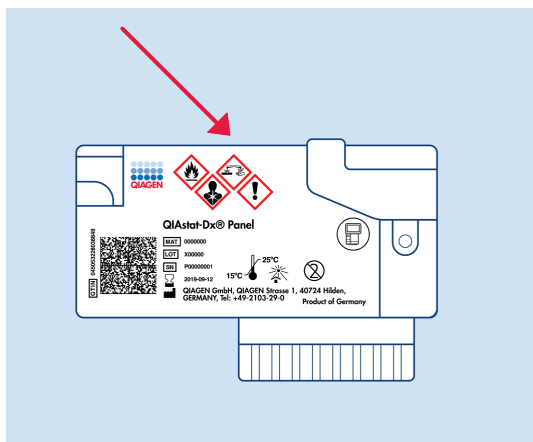

Figura 5. Posicionamento das informações da amostra na parte superior do QIAstat-Dx Meningitis/Encephalitis Panel Cartridge.
4. Escreva manualmente as informações da amostra ou coloque uma etiqueta de informações na parte superior do QIAstat-Dx ME Panel Cartridge. Certifique-se de que a etiqueta esteja posicionada corretamente e não bloqueie a abertura da tampa (Figura 5).